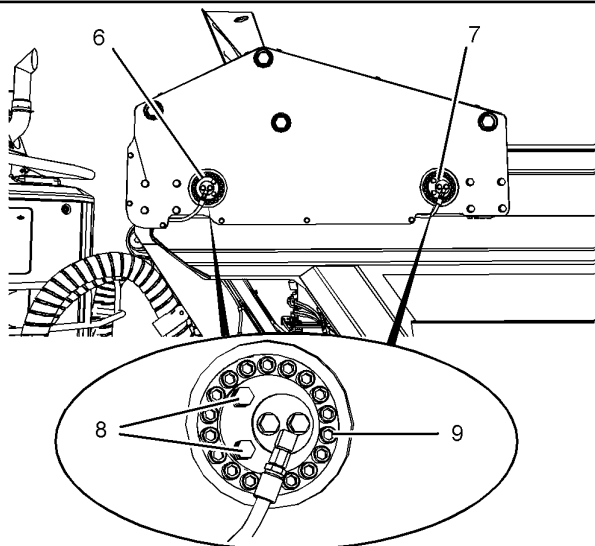

Рисунок 3
8. Ослабьте затяжку контргайк на болтах (8) и выдвиньте болты на переднем ролике шага, как показано на рис. 3. Для поворота концентричного кулачка можно использовать подходящую монтажную лопатку, опирая ее на болты (8). Ослабьте затяжку 18 болтов (9), окружающих концентричный кулачок ролика, чтобы кулачок можно было повернуть. Поворачивайте концентричный кулачок до тех пор, пока зазор (А) не составит 3 мм (0,12 дюйма).